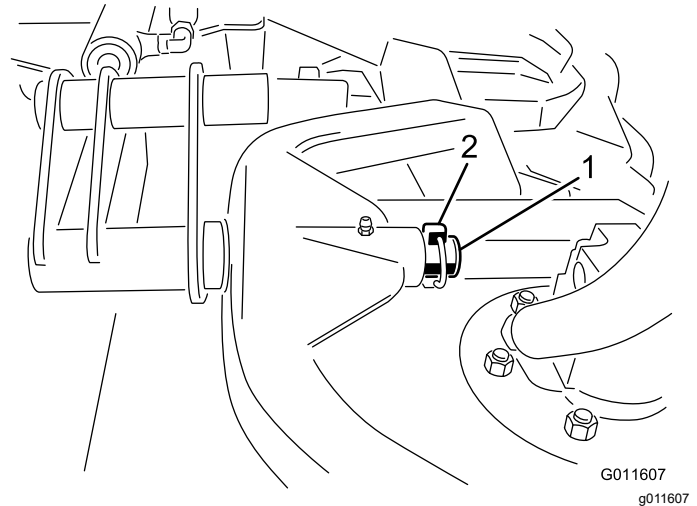

Bild 4
3. Schieben Sie den Mähwerkträgersrahmen auf den Lagerbolzen des Hubarms und befestigen Sie ihn mit dem Klappstecker (Bild 4).